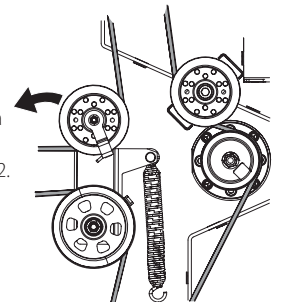

Figura 52
- 9. Tire del lado derecho de la correa de la PTO hacia atrás y coloque el lado V angosto de la correa de la PTO en la polea de la PTO. Consulte la Figura 52.